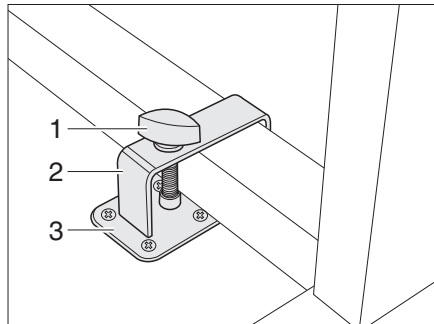
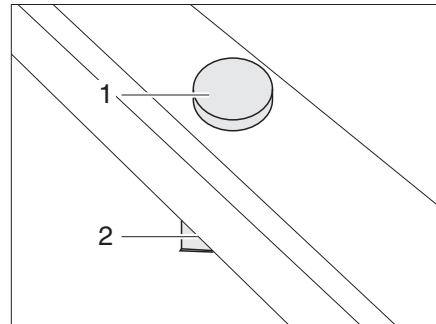

Fig. 53 Dispositif de blocage table pivotante à monture métallique
Fig. 54 Dispositif de blocage table pivotante à monture en plastique
- Placer la table pivotante près du support (Fig. 53,3) ou sur celui-ci (Fig. 54,2).
- Placer l'étrier (Fig. 53,2) avec la vis de fixation (Fig. 53,1) par-dessus le pied de table.
- Pousser l'étrier et, le cas échéant, la table pivotante de telle sorte que la vis de fixation (Fig. 53,1 ou Fig. 54,1) puisse être vissée dans le support (Fig. 53,3 ou Fig. 54,2).